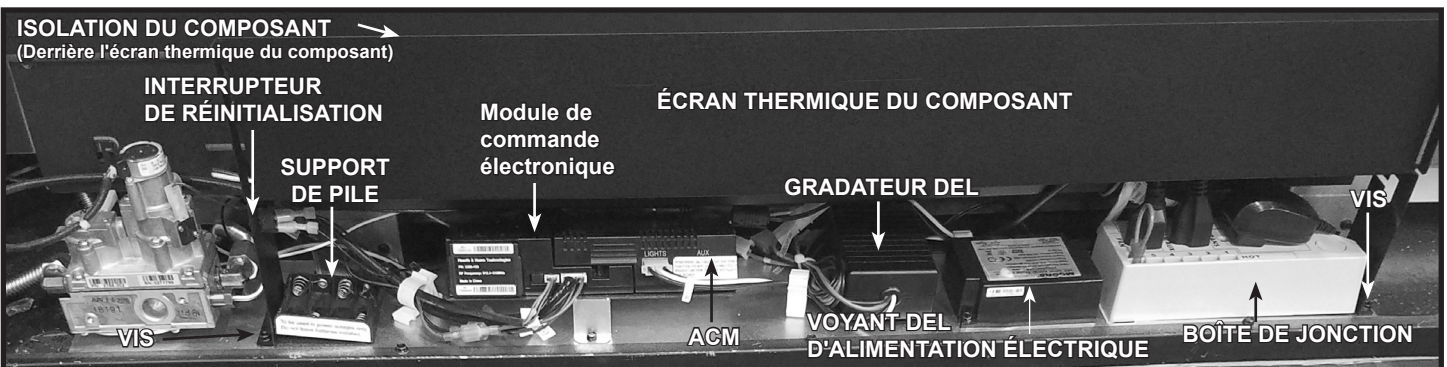

Figure 8.3 Cavité de la vanne (sans le panneau d'accès inférieur)
3. Retirez les vis des côtés gauche et droit de l'écran thermique du composant et soulevez hors de la cavité de contrôle. Voir la figure 8.3 pour l'emplacement des vis de l'écran thermique du composant.